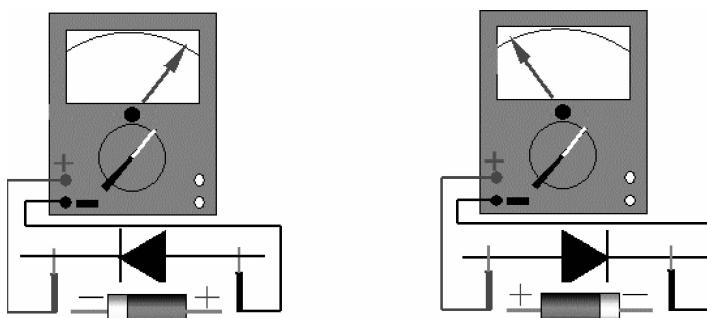

图 1-1-6 用万用表检测二极管
(2) 检测二极管
① 检测判别整流二极管极性：基于二极管的单向导电性原理，实践中常用万用表来检测判别其管脚及性能（图 1-1-6）。首先将万用表调至欧姆挡的 $R \times 1\text{ k}$ 或 $R \times 100$ （此时黑表笔接内部电池的正极，红表笔接内部电池的负极）；接着将万用表的红、黑表笔分别接到二极管两管脚，若测得电阻较小（几千欧以下），再将红、黑表笔对调后接于二极管管脚时，测得的电阻较大（几百千欧），则可判断该管质量较好，且测得电阻较小的那次黑表笔